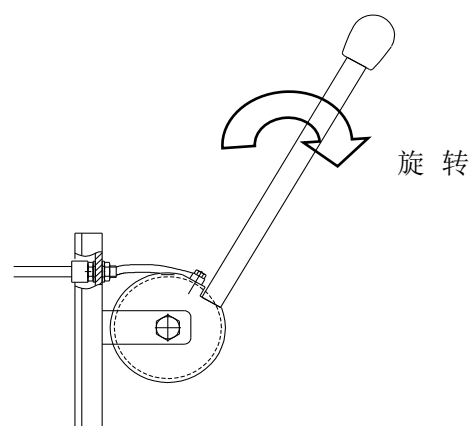

图 41 松闸手柄松闸
2. 拉动松闸手柄使其绕支点旋转见图 41，此时制动器打开完成松闸动作。松闸时注意溜车速度和轿厢平层，平层完成立即松开松闸手柄停止松闸。